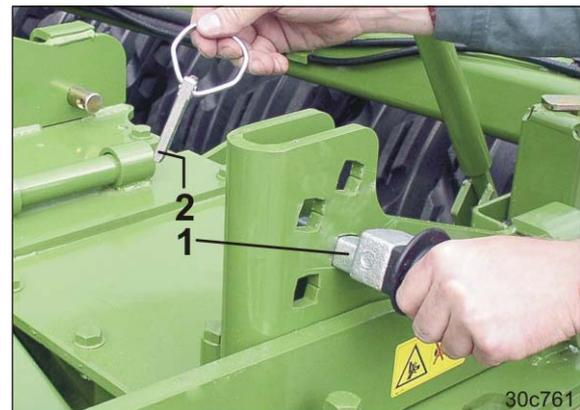

Fig. 114
3. Fixer l'axe de réglage de profondeur (Fig. 114/1)
- o plus l'axe de réglage de profondeur (Fig. 114/1) est enfoncé haut dans le segment de réglage.
4. Bloquer les axes de réglage de profondeur à l'aide de goupilles (Fig. 114/2).
Après chaque changement de position, bloquer les axes de réglage de profondeur avec une goupille (Fig. 114/2).